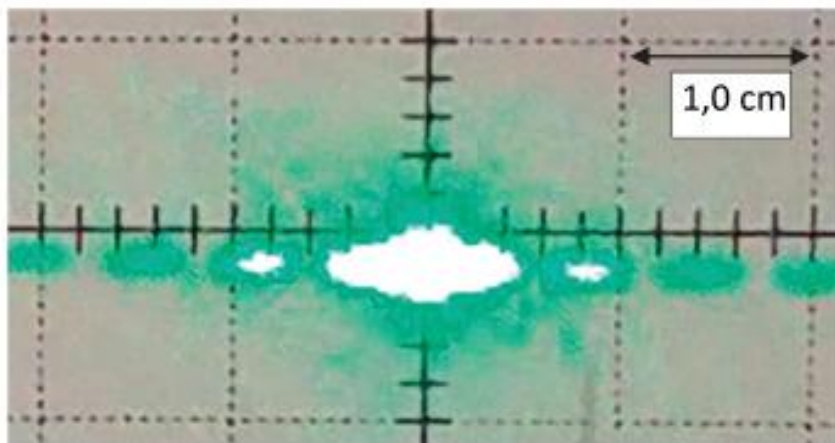

Figure 4 : Photographie de l'écran de l'appareil de contrôle
- 6. En utilisant la figure 4, estimer la valeur de la largeur de la tâche centrale de diffraction de ce fil de suture. 1